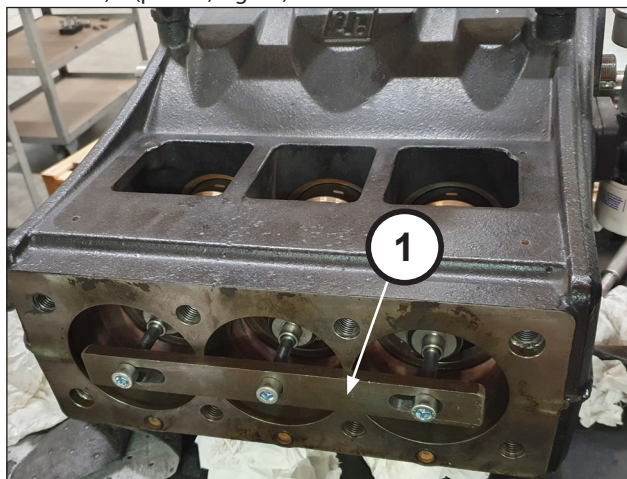

Fig. 31
Para facilitar a operação, use a ferramenta adequada (cód. 27566200) – (pos. ①, Fig. 31).